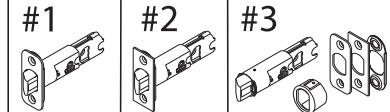

Fig. 2
- 2** Referring to figure 2, if you received latch (option #3) proceed as follows.
- 2** En référence au figure 2, si vous avez reçu verrou (option # 3), opérez comme suit.